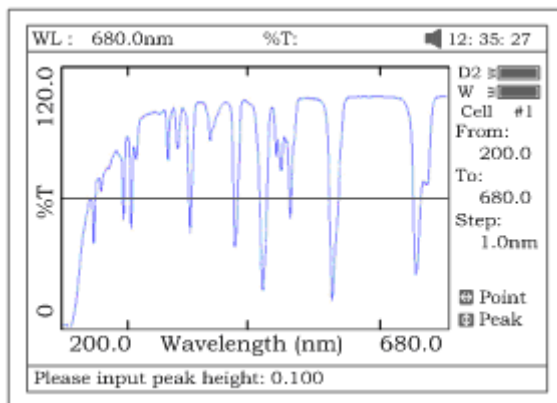
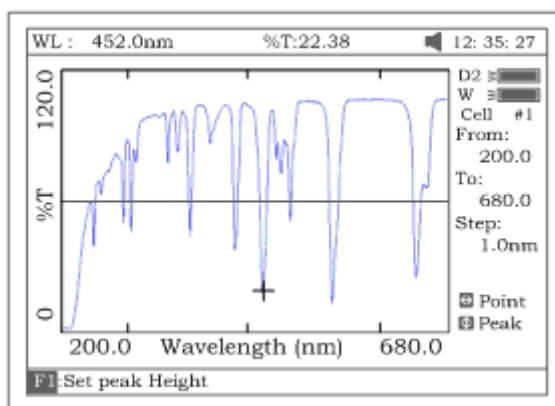

Рис. 50
Рис. 51
- а) Переходя от пика к пику, нажимайте клавишу **[F1]** для установки «высоты пика» и вводите значения с цифровой клавиатуры (рис.50). Нажимайте **[Л]** для поиска пика слева направо и **[V]** – для поиска справа налево. Величина каждого пика будет выводиться на экран по одному (рис.51).